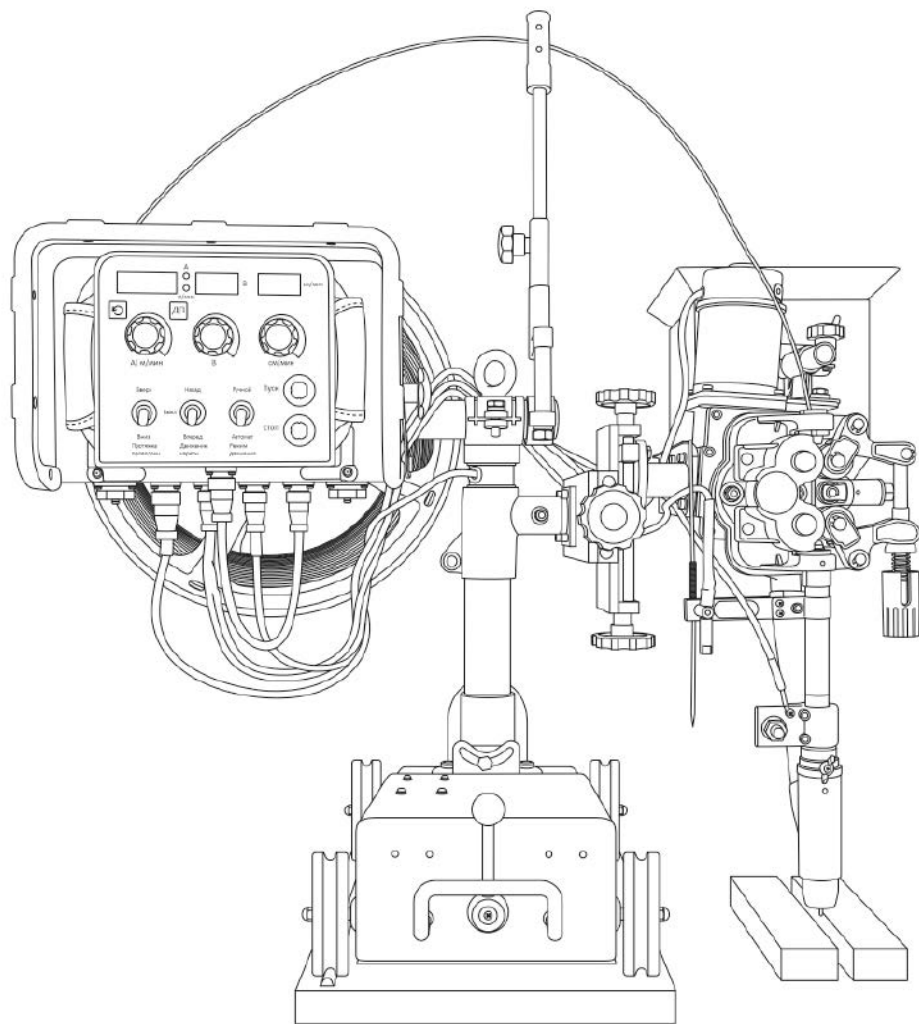

Рис. 8.1.3. Положение сварочного трактора относительно изделия.
4. В зависимости от того, с какой стороны от сварочного трактора находится место сварки, установите положение сварочной головки (См. рис. 8.1.3).